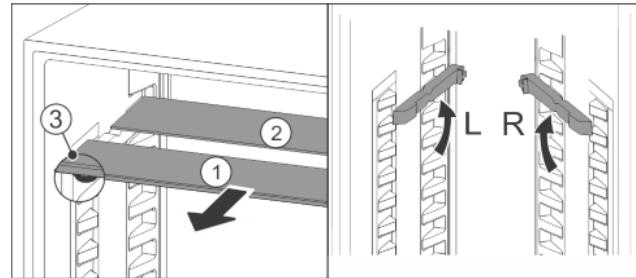

Fig. 20
- По одной извлеките Fig. 20 (1) стеклянные панели движением вперед.
- Стеклянная панель Fig. 20 (1) со стопарами лежит спереди.
- Стопоры показывают вниз Fig. 20 (3).